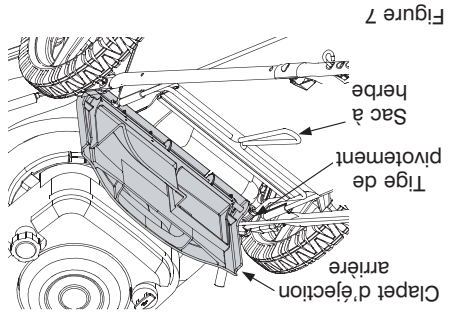

Figure 7
- Relevez le clapet d'éjection arrière de la tondeuse, comme à la Figure 7. Relevez le sac à herbe et dégagez-le de la tige de pivotement. Lâchez le clapet d'éjection arrière.
- Relevez le clapet d'éjection arrière de la tondeuse et placez le sac à herbe sur la tige de pivotement. Lâchez le clapet pour qu'il repose sur le sac à herbe. Voir la Figure 7.